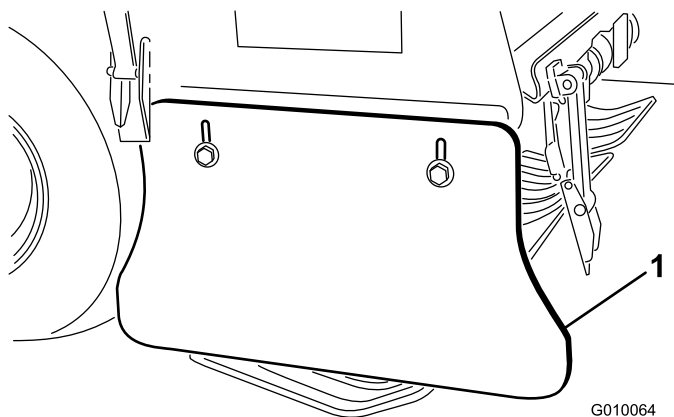

Figura 62
1. Allentate i bulloni e i dadi di fissaggio del deflettore laterale al telaio (Figura 62).